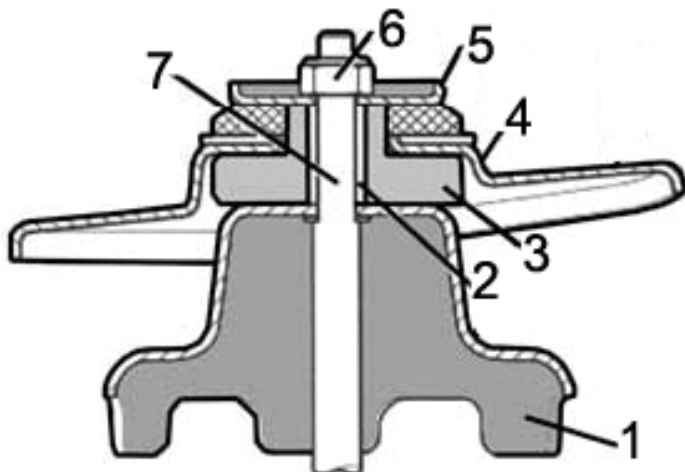

Fig. 10:
- **Fig. 10** Anbauteile (1 – 6) abnehmen.
- **Fig. 10** Remove add-on parts (1 – 6),
- **Fig. 10** Enlever les composants (1 – 6),
- **Fig. 10** Retirar las piezas adicionales (1 – 6).